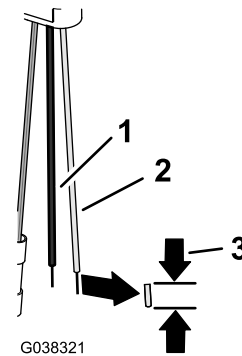

Figura 42
2. Corte 8 mm del aislamiento de los cables rosa y negro del adaptador de 3 pines (Figura 42).